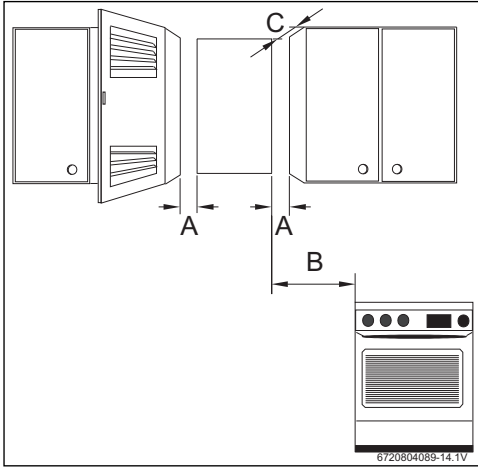

Fig. 19 Distances minimales
- ▶ Respecter les distances minimales indiquées dans la fig. 19.
- Assurer l'accès libre pour les opérations de maintenance et respecter les distances minimales indiquées dans la figure 19.